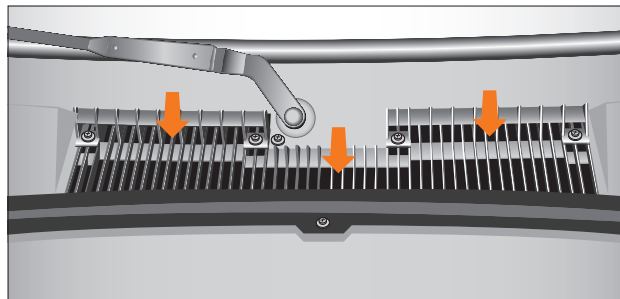

Рис. 51. Воздухозаборник
**Воздухозаборник отопителя** (рис. 51). Воздухозаборные отверстия должны быть свободны для поступления воздуха, при необходимости удалить листву, грязь или снег. Воздушный фильтр установлен в коробке воздухозаборника отопителя, который очищает поступающий в салон воздух от пыли, копоти, пыльцы растений и т. д. Замена фильтрующего элемента производится в соответствии с графиком регламентных работ, в условиях повышенной запылённости – по необходимости.